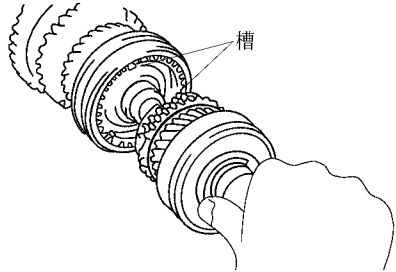

图 10-28 使同步环槽对齐变速键
(2) 将输入轴装入输出轴。将 13 个滚针轴承涂敷多功能润滑剂，装入输入轴。然后将输入轴装入输出轴，并使同步环槽对齐变速键，如图 10-28 所示。